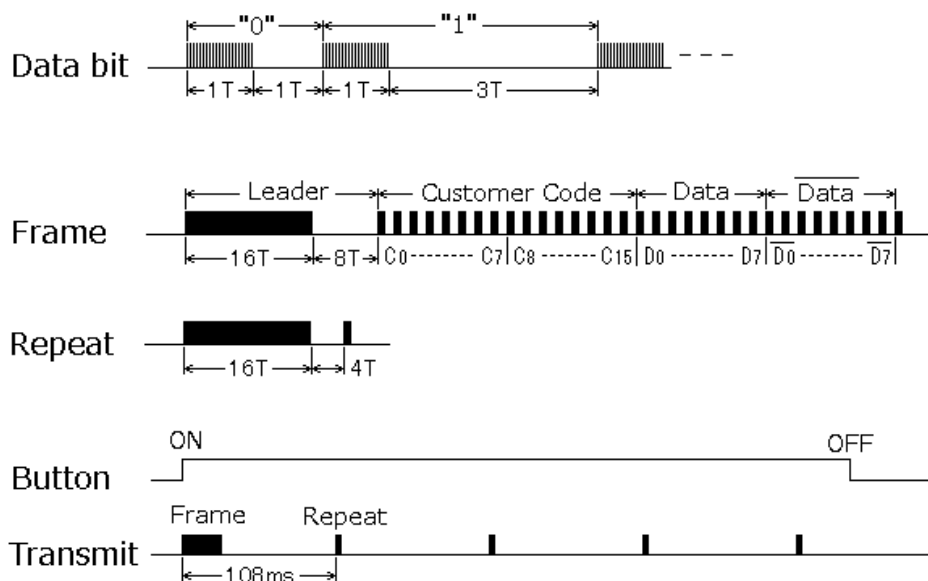

図 4.19.2 NEC フォーマットの信号波形
- 2 NEC フォーマットの仕様の概略は、以下と図 4.19.2 に示した通りです。